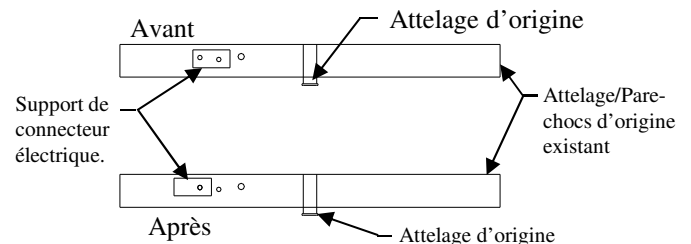

Figure 3.
2. Installer ailleurs le support de connecteur électrique existant. Enlever deux (2) vis et placer le support du côté conducteur à l'aide du trou de vis intérieur du support et de l'écrou à souder extérieur (voir figure 3) .